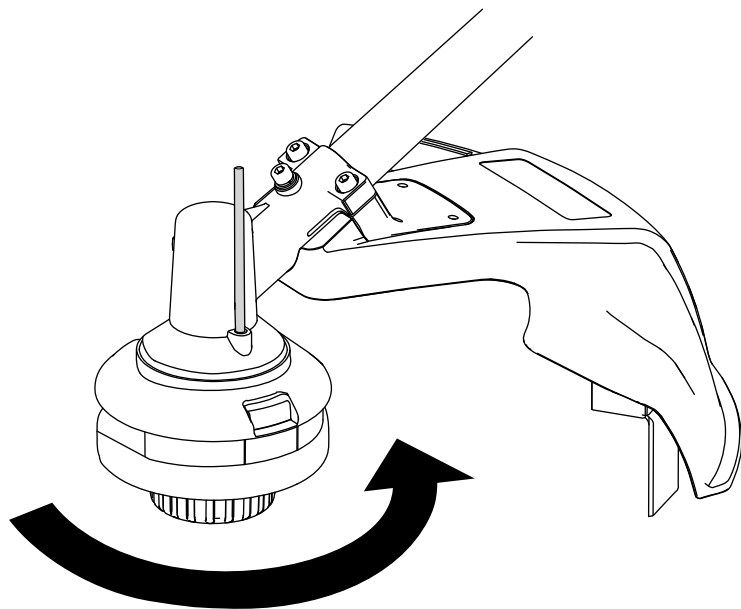

Figura 18
3. Con el cabezal de la desbrozadora inmovilizado por la herramienta, gire el cabezal de la desbrozadora en sentido antihorario para retirarla del espárrago roscado de la caja de engranajes (Figura 18).